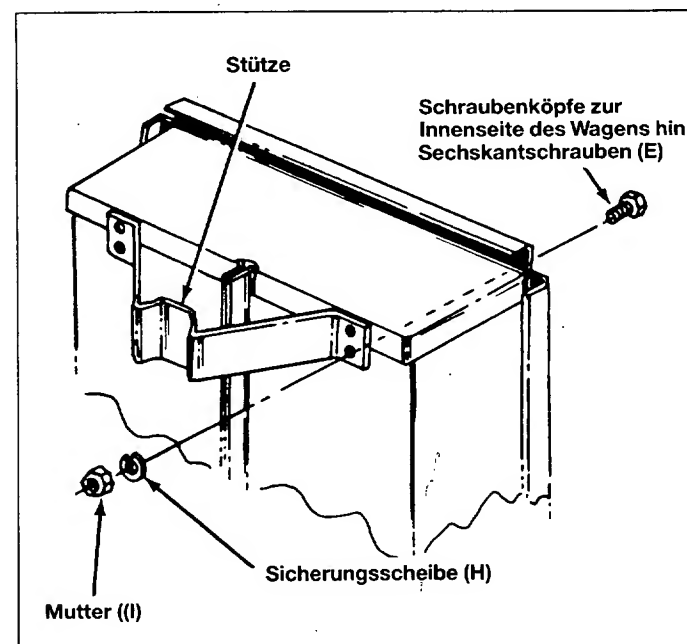

Bild 9
14. Stütze mit vier 6×16 mm Schrauben (E), Sicherungsscheiben (H) und Muttern (I) anbringen. Siehe Bild 9.